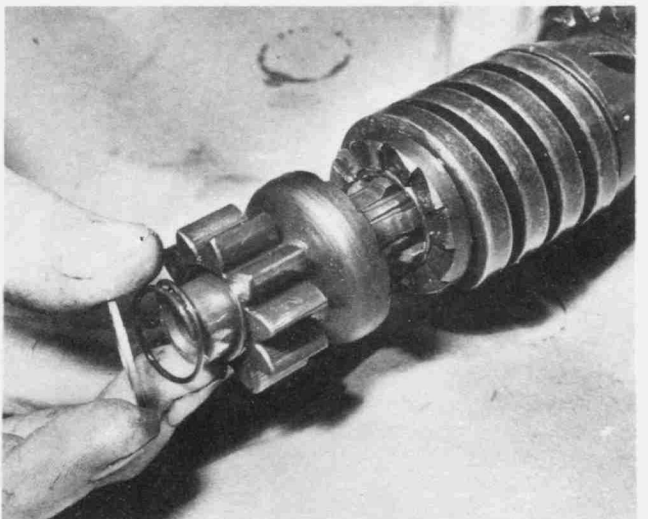

Bild 135
- Die Abstandscheibe von der Antriebswelle abhebeln und die Spiralfeder sowie das Kickstarter-Antriebs-Zahnrad abnehmen (Bild 135).